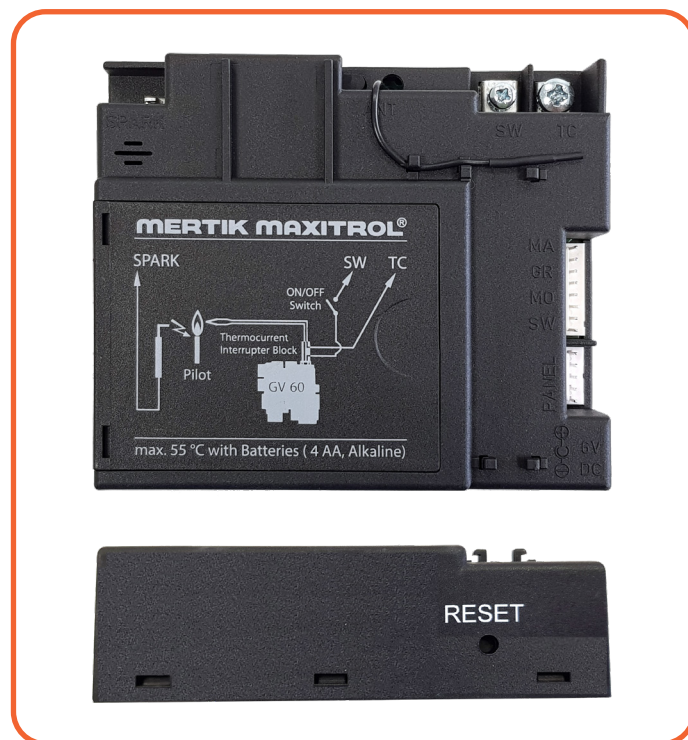
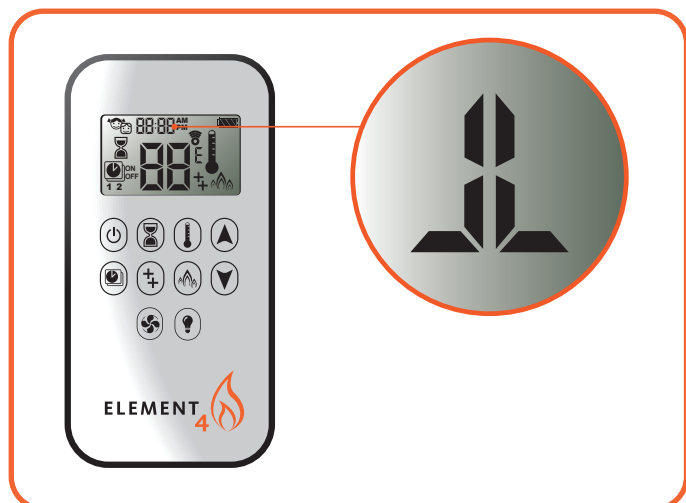
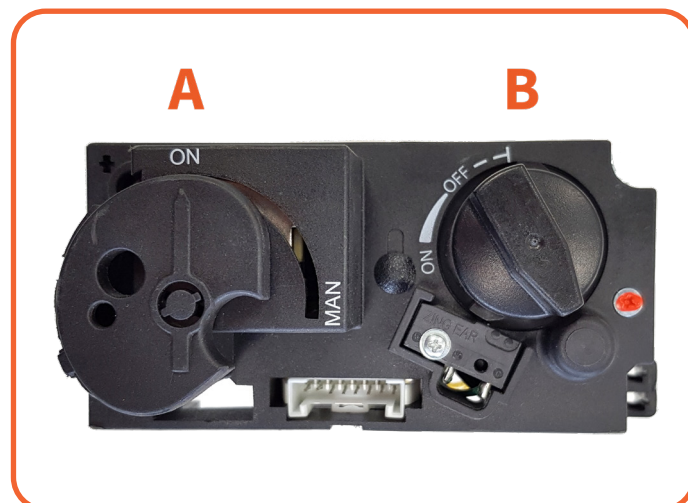

Abb. 4.2 Empfangsgerät (Auf- und Seitenansicht)
Abb. 4.1 Symbol Fernsteuerung und Zündung
Abb. 4.3 Zündung Hauptbrenner
Das Gerät wird mit einer Fernbedienung oder die Element4 Puck bedient (Abbildung 4.1). Dabei wird ein Empfangsgerät im Steuerkasten (Abbildung 4.2) betätigt.
- Drücken Sie den Reset-Knopf auf dem Empfangsgerät, bis Sie zwei Signaltöne hören. Nach dem zweiten, längeren Signalton lassen Sie den Reset-Knopf los. Abbildung 4.2.
Vergewissern Sie sich, dass der Schaltknopf (A) auf ON steht. Abbildung 4.3. Drücken Sie den An-/Aus-Knopf Ihrer Fernbedienung und halten Sie ihn 3-5 Sekunden lang gedrückt, bis Sie zwei kurze Signaltöne hören. Oben auf dem Display erscheint das Zündsymbol (Abbildung 4.1). Lassen Sie den Knopf nun los. Der Zündvorgang wurde gestartet.
Nachdem die Zündflamme gezündet wurde, dreht sich Knopf B automatisch gegen den Uhrzeigersinn und der Hauptbrenner wird gezündet. Abbildung 4.3. Warten Sie nach jedem Löschen der Zündflamme stets 5 Minuten, ehe Sie die Zündflamme erneut zünden.